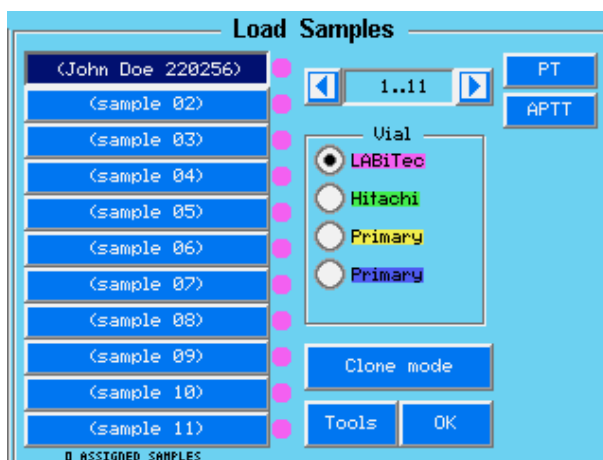

Рис.63. Введенный идентификатор пробы
- Введенный идентификатор пробы/пациента появляется в панели проб, как показано на рис.63. Если идентификатор не введен, пробы 01...22 отображаются, как показано.